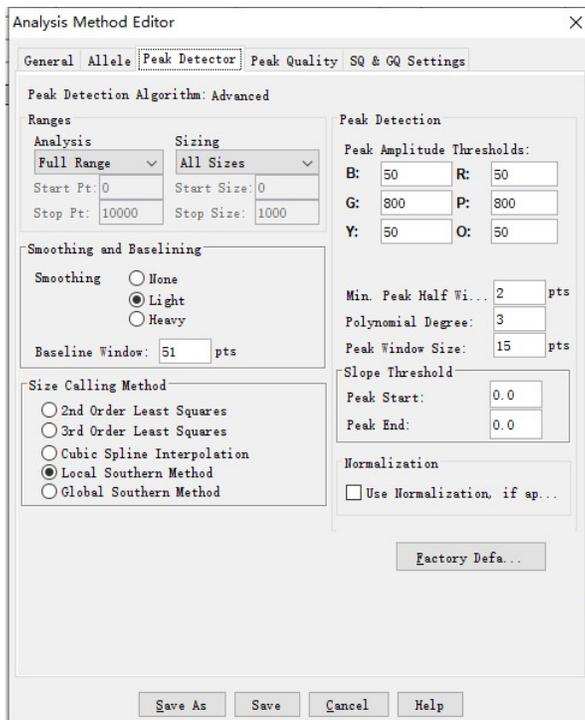

Рисунок 19. Вкладка детектора пика Peak Detector программного обеспечения GeneMapper® ID-X версии 1.4.
9.4.8. Выберите вкладку Peak Detector (Детектор пика; рис. 19). Возможно, эти настройки потребуются оптимизировать. Следует провести внутреннюю валидацию.